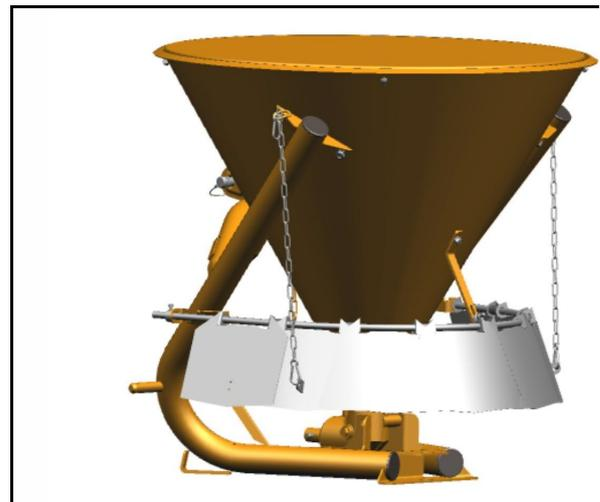

Fig. 10
- para **fechar** a abertura de passagem é necessário deslocar a alavanca manual (Fig. 10/1) completamente para cima.
- para **abrir** a abertura de passagem é necessário deslocar a alavanca manual (Fig. 10/1) para baixo até ao batente da regulação da quantidade distribuída.